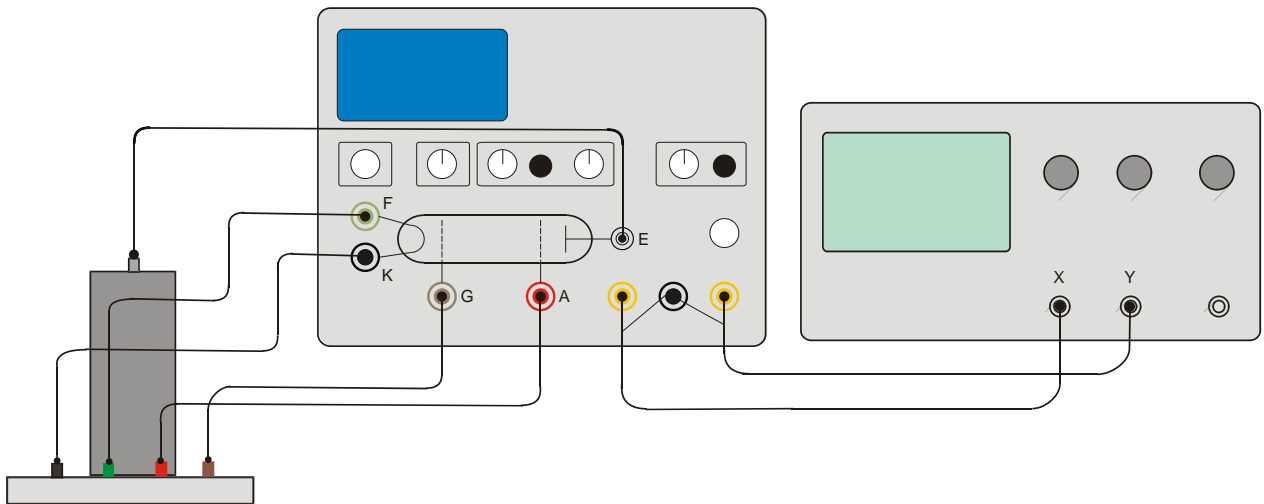

Fig. 2 Montage expérimental du tube de Franck et Hertz au Ne
- Procédez au câblage comme le montre la figure 2.